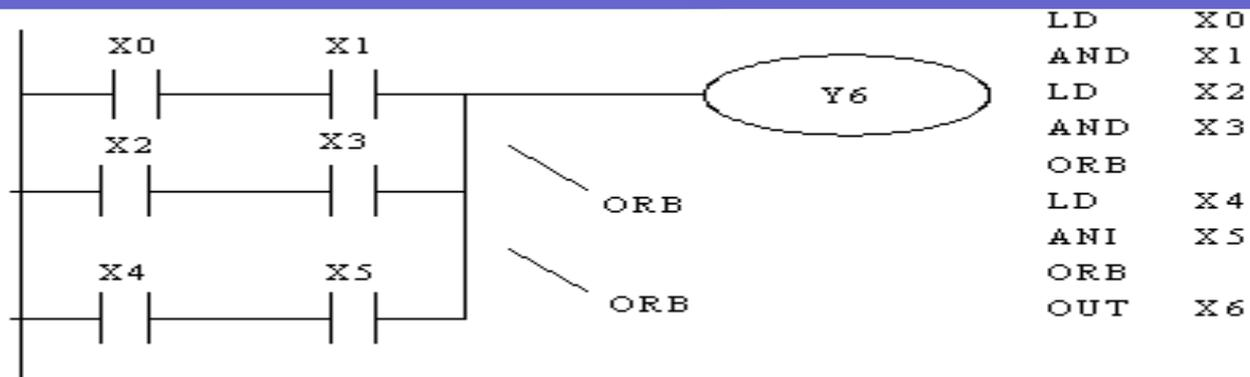

图7.12 ORB指令
**ORB (Or Block)**, 串联电路块的并联连接指令。两个以上的触点串联连接而成的电路块称为“串联电路块”，将串联电路块与上面的电路并联时用**ORB**指令。**ORB**指令不带元件号，它相当于两个触点间的一条垂直边线。每个串联电路块的起点都要用**LD**或**LDI**指令，在整个串联电路块的指令的后面用**ORB**指令，如图7.12所示。